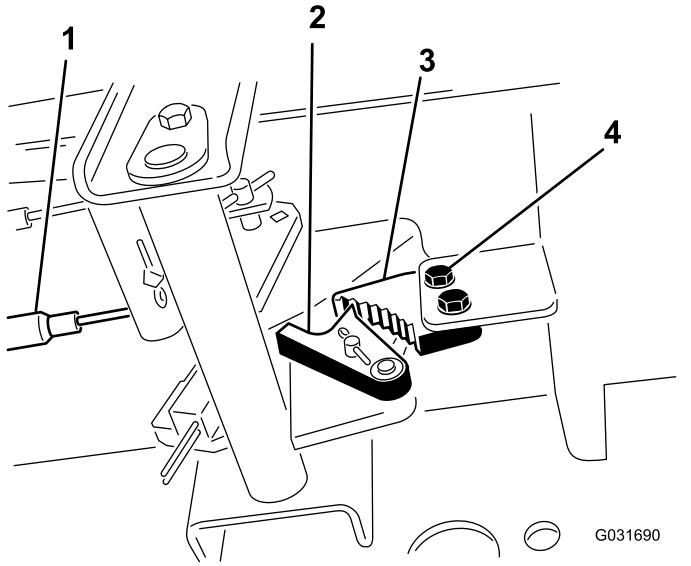

Figura 55
1. Afloje los 2 tornillos que fijan el trinquete del freno de estacionamiento al bastidor (Figura 55).
2. Pise el pedal del freno de estacionamiento hacia adelante hasta que la uña se enganche a fondo en el trinquete del freno (Figura 55).